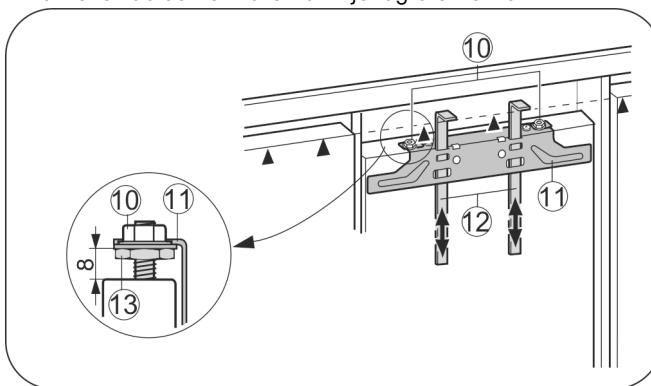

Fig. 25
- ▶ Pomoćne kutnike Fig. 25 (12) gurnite do visine vrata namještaja. Donji rub graničnika ▲montažnog pomagala = gornji rub vrata namještaja koja se trebaju montirati.
- ▶ Odvijte pričvrsnu poprečnu letvicu Fig. 25 (11) preko protumatica Fig. 25 (10).